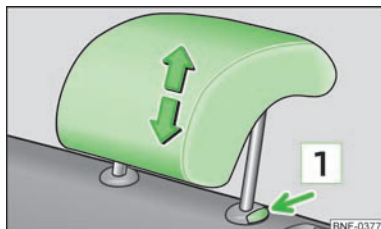

Fig. 35
- Tag fat om hovedstøtten i siderne med begge hænder, og skub den opad, så meget som du ønsker » Fig. 35.
- Tryk på låseknappen **1** » Fig. 35 med den ene hånd, hold den inde, og træk hovedstøtten ud med den anden hånd.